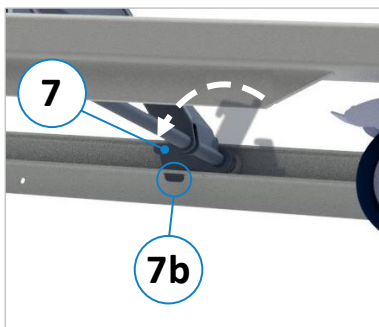

Abbildung 9: Sicherungs-Sperrklinke
Zur Sicherung den Hubtisch so weit nach oben fahren, dass beide Sperrklinken (7) umgeklappt werden können. Sperrklinken (7) nun manuell um 180° umklappen, so dass sie in den Rastpunkt (7b) einrasten (⇒ Abbildung 9).